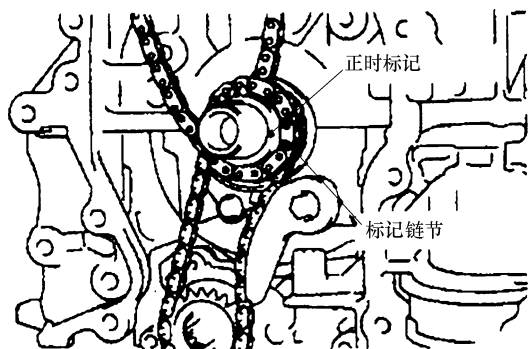

图 22-53 正时链上的标记链节与曲轴正时链轮上的正时标记对齐
① 将正时链装在曲轴正时链轮上, 并将正时链上的标记链节与曲轴正时链轮上的正时标记对齐, 如图 22-53 所示。
② 将正时链装在凸轮轴正时链轮上, 并将正时链上的标记链节与凸轮轴正时链轮上的正时标记对齐。